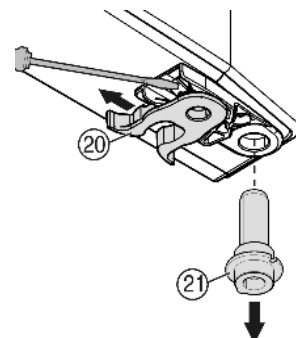

Fig. 10
- ▶ Přemístěte pružinovou svorku Fig. 10 (20): Stiskněte nos zarážky, přes ni stáhněte pružinovou svorku.
- ▶ Vytáhněte ložiskový čep *Fig. 10 (21)* z dveří objímky a nasadte spolu s podložkou na protější stranu. Nos zarážky musí ukazovat k vnitřní straně dveří, zářez k vnější straně.
- ▶ Nasadte dveře dole a ložiskový čep *Fig. 10 (21)* do stojanu ložiska. Příp. ložiskovým čepem otáčejte tak, aby mohl zaskočit do západky.